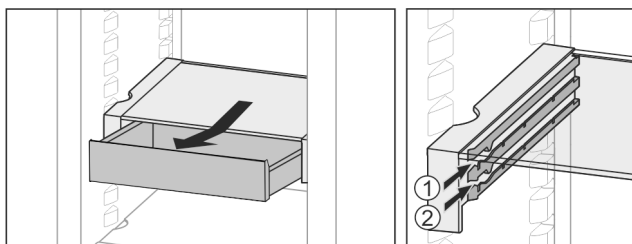

Fig. 18
- ▶ Na dowolnej wysokości Fig. 18 (1) lub Fig. 18 (2) wsuwać.